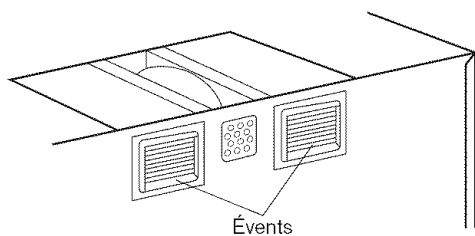

Figure 17
6. Replacer le ventilateur dans le boîtier. Vérifier que les événements sont tournés vers l'arrière du boîtier. Voir la Figure 17.